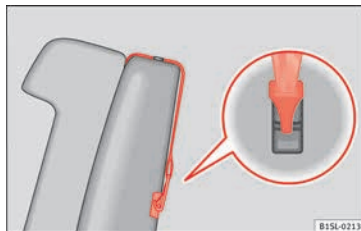

Fig. 27 Exemple de ceinture de fixation supérieure accrochée.
- Accrochez la ceinture de fixation supérieure dans le coffre à bagages, à l'anneau de retenue correspondant » **fig. 27**.